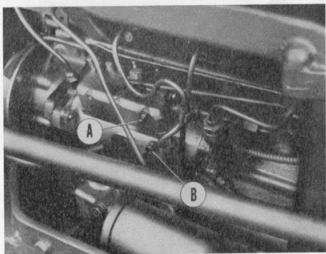

Fig. 29.
3. Lossa luftskruvarna (fig. 29) A o. B på insprutningspumpen och pumpa med handpumpen. När luftfritt bränsle rinner ur B stänges denna. Fortsätt handpumpningen tills luftfritt bränsle strömmar ur A. Stäng A.